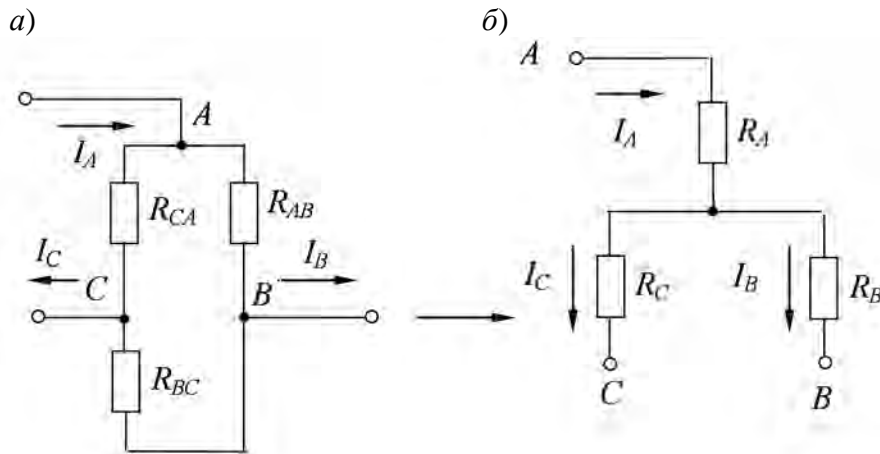

Рисунок 1.2 – Соединение резисторов треугольником (а) и звездой (б)
- преобразование треугольника резисторов в эквивалентную звезду и наоборот (рисунок 1.2).